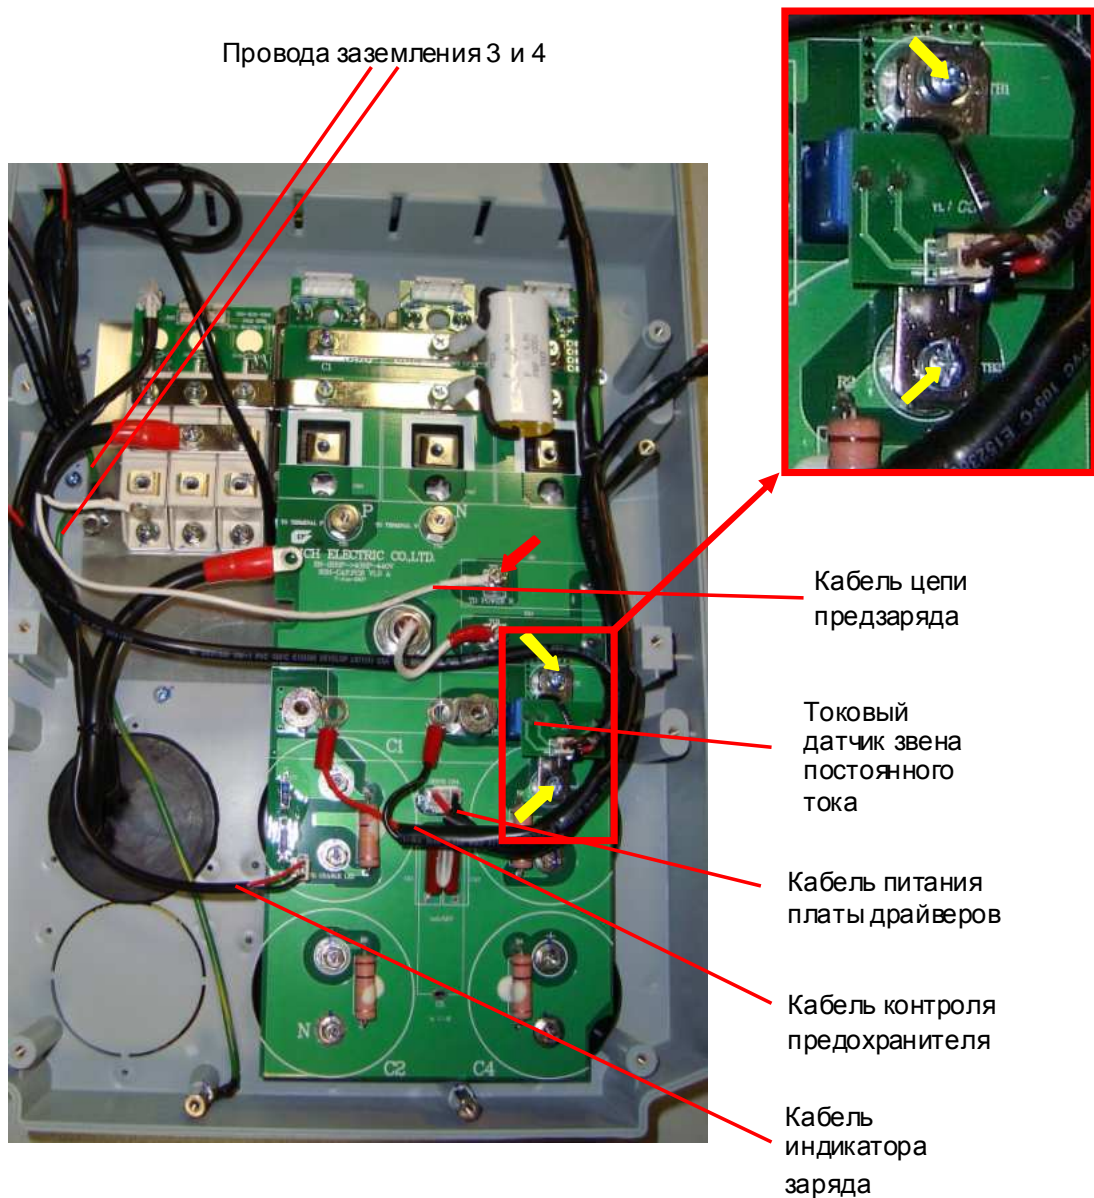

Рис. 7.11
7.6.6. Установить токовый датчик звена постоянного тока (вместе с кабелем и монтажной шиной) и прикрутить его двумя винтами (рис. 7.11, желтые стрелки). Ориентация датчика показана на рис. 7.11.
7.6.7. Прикрутить кабель цепи предзаряда (рис. 7.11, красная стрелка)
7.6.8. Подключить кабель питания платы драйверов и кабель индикации заряда (рис. 7.11).
7.6.9. Кабель контроля предохранителя расположить согласно рис. 7.11 (без подключения).